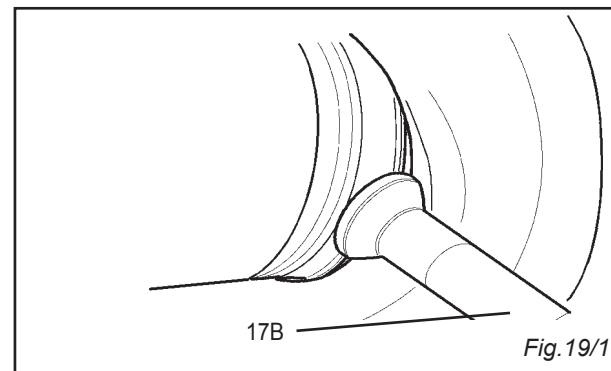

Fig. 19/1
9) Continuare nella spinta del pneumatico fino alla completa fuoriuscita dal cerchio nella parte esterna. (Fig. 19/1)
- 9) Go on pushing the tyre until the rim comes completely out (fig.19/1)
- 9) Continuer à pousser le pneu jusqu'au complet décollement de la partie extérieure de la jante (fig.19/1)
- 9) Den Reifen fortdrücken, bis er sich von Außenseite der Felge abtrennt (Abb. 19/1)